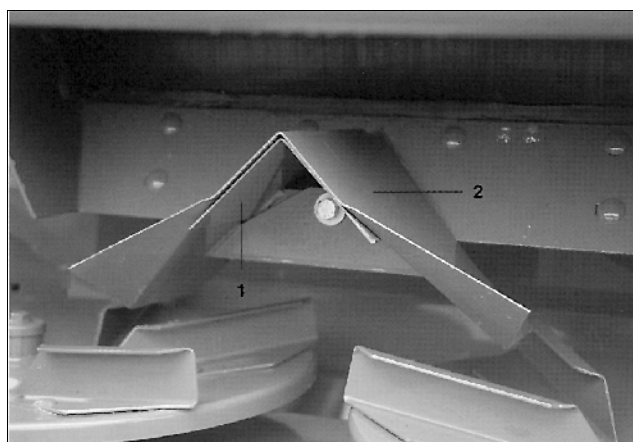

Fig. 44
- démontez la trémie auxiliaire du dessus (Fig. 44/1).
Pour cela, il est nécessaire de monter la trémie auxiliaire du dessus (Fig. 44/2) afin d'optimiser le point de chute de l'engrais sur les disques d'épandage. La trémie auxiliaire du dessus se visse sur le toit du distributeur fixe (Fig. 44/1).